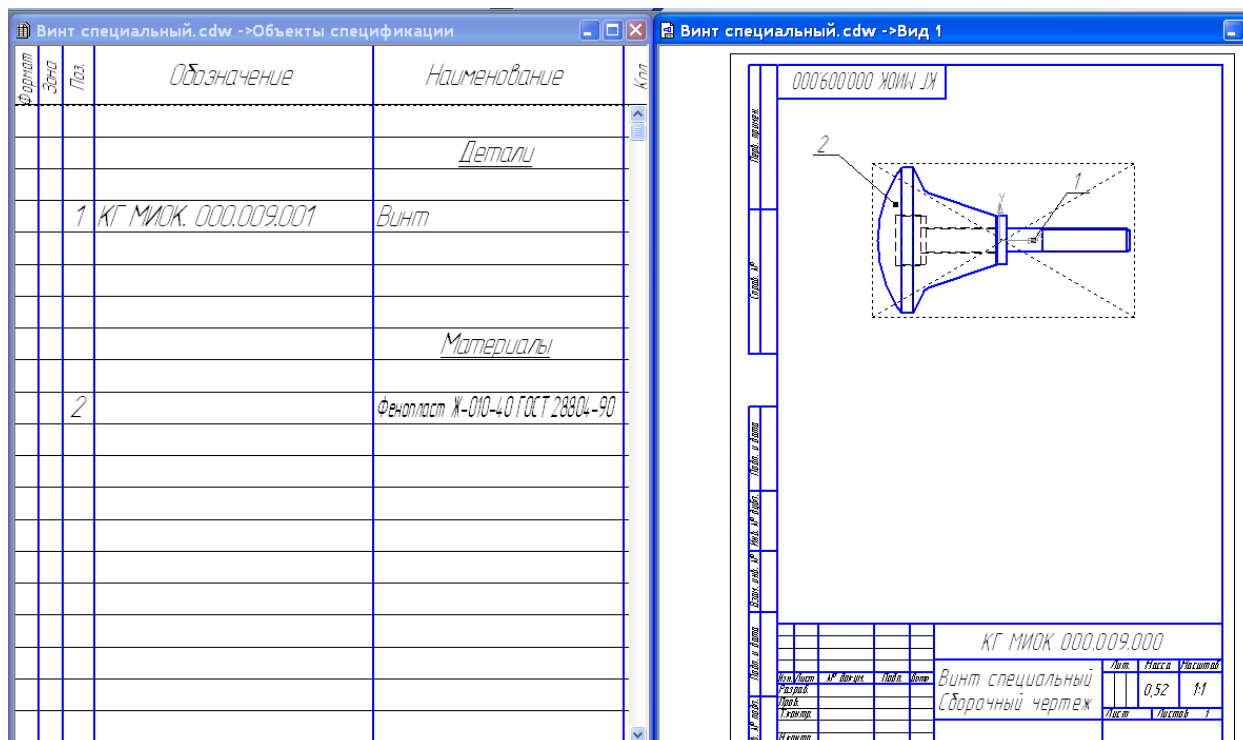

Рисунок 90.
6. Просмотр состава объектов спецификации (рисунок 90).удобно осуществлять, когда на экране одновременно видны окна подчиненного режима спецификации и сборочного чертежа. Выполните команду «Окно» – «Мозаика» вертикально.